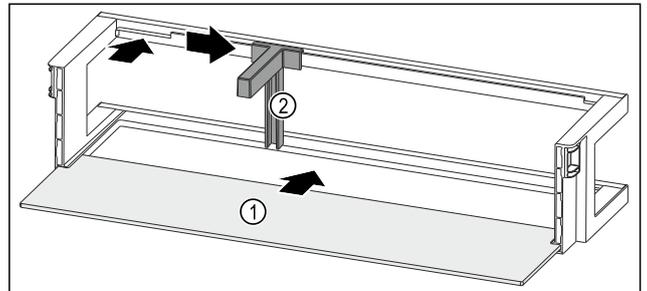

Fig. 85 Türabsteller mit Abstellfläche
- ▶ Abstellfläche Fig. 85 (1) in die seitlichen Einsparungen einschieben.
- ▶ Flaschenhalter Fig. 85 (2) in die Aussparung einsetzen.
- ▶ Flaschenhalter Fig. 85 (2) in gewünschte Position zur Seite schieben.